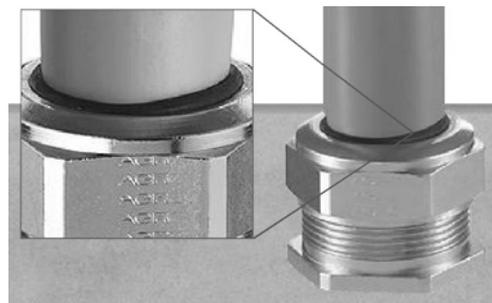

Рисунок 7: Затягивание сальника.
4. Закрутите колпачковую гайку на считыватель, пока резиновый уплотнитель не появится по краям гайки. См рисунок 7.